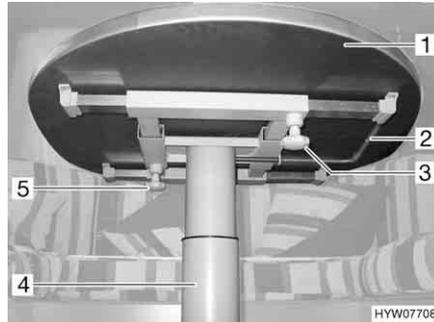

Bild 80 Hubtisch
- Die Rändelschraube (Bild 80,5) lösen.
- Die Tischplatte (Bild 80,1) in die gewünschte Position verschieben.
- Die Rändelschraube (Bild 80,3) lösen.
- Den Hebel (Bild 80,2) unterhalb der Tischplatte (Bild 80,1) um 180° nach links schwenken. Der Hubmechanismus im Tischfuß (Bild 80,4) wird entriegelt.
- Den Hebel (Bild 80,2) unterhalb der Tischplatte (Bild 80,1) um 180° nach links schwenken. Die Tischplatte fährt selbsttätig bis zum Endanschlag nach oben.